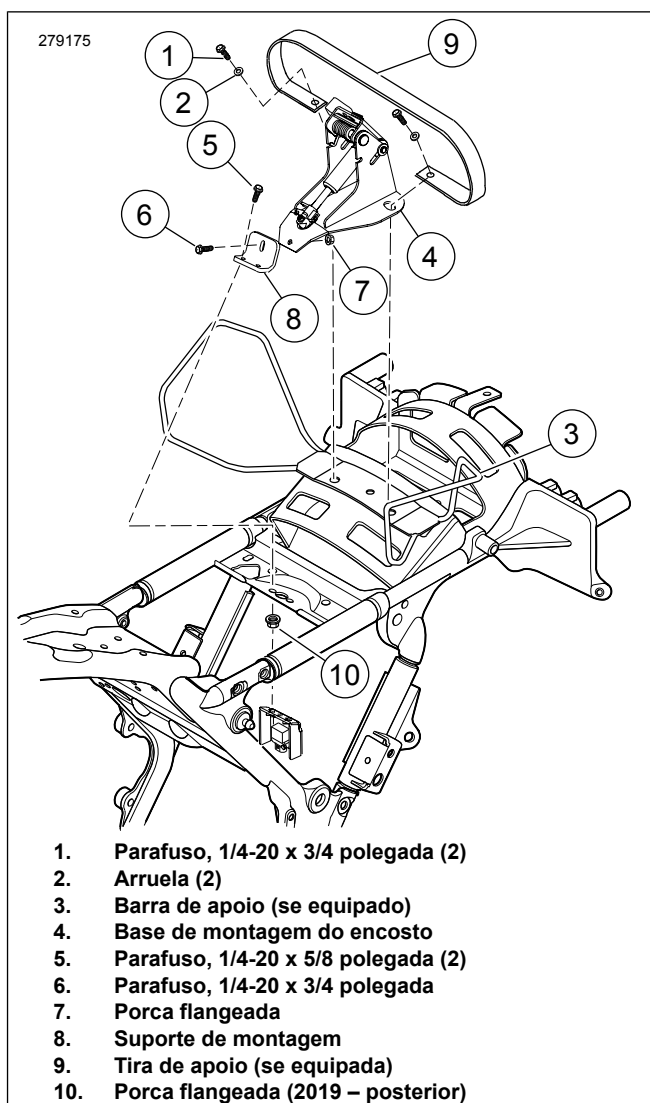

Figura 3. Instale a base de montagem do encosto
3. Veja a figura 3. Instale o suporte de montagem (8) na base de montagem (4) com o parafuso (6) e a porca flangeada (7). Aperte o parafuso.
4. Veja a figura 3. Instale o suporte de montagem dianteiro (8).